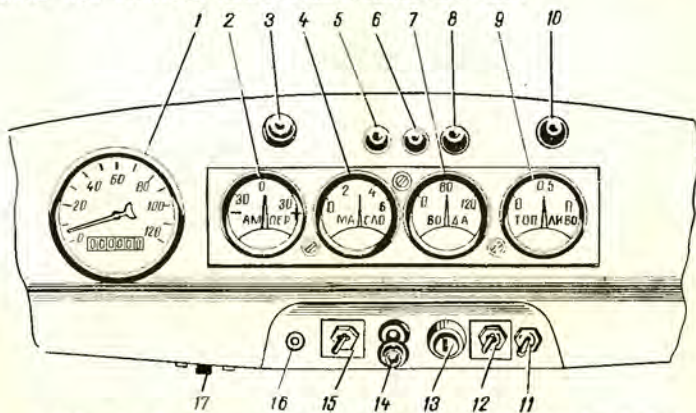

Abb. 6. Instrumententafel (s. Positionen im Text)
- Die Instrumententafel ist in Abb. 6 dargestellt, wobei: